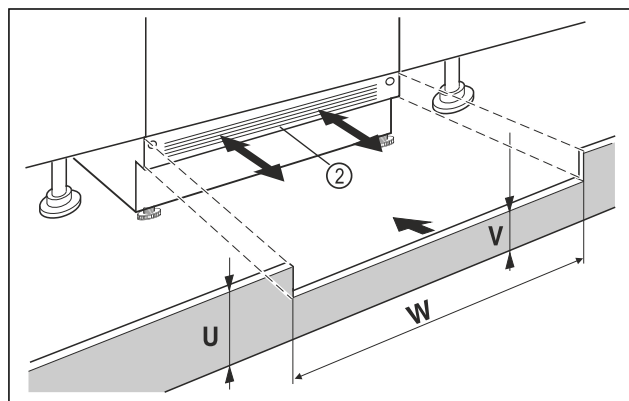

Fig. 40 Ilustrační zobrazení
- Nasadte krycí lištu spotřebiče Fig. 40 (2) ale ještě nepřipevňujte.
- U viditelné krycí lišty Fig. 40 (2) tuto lištu vytáhněte dopředu natolik, až jsou přední hrana větrací mřížky a nábytkové krycí lišty zarovnané.
- Při zakryté krycí liště Fig. 40 (2) tuto lištu zasuněte úplně dozadu.
- Dbejte a zcela volné větrací šterbiny: V případě potřeby přirizněte krycí lištu nábytku Fig. 40 (U) na potřebnou výšku!
- Podél šířky výklenku Fig. 40 (W) přizpůsobte výšku můstku Fig. 40 (V) pod krycí lištou spotřebiče Fig. 40 (2).